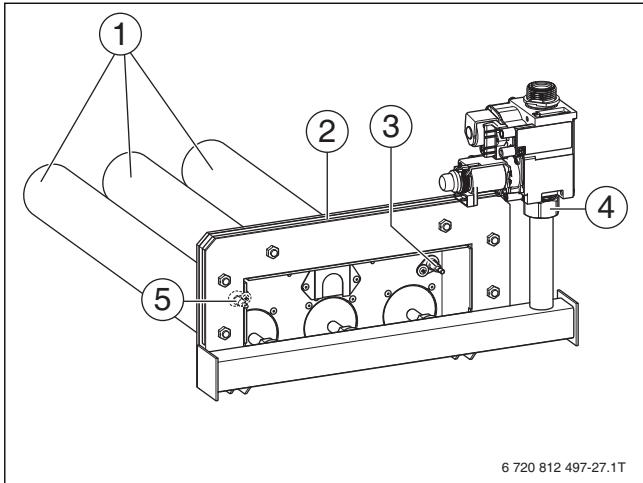

Рис. 39 Чистка горелки
- ▶ Присоедините клапан резьбовым соединением [4] с моментом затяжки 60-65 Н^м, ориентируя его относительно фланца горелки (→ рис. 39. стр. 34).